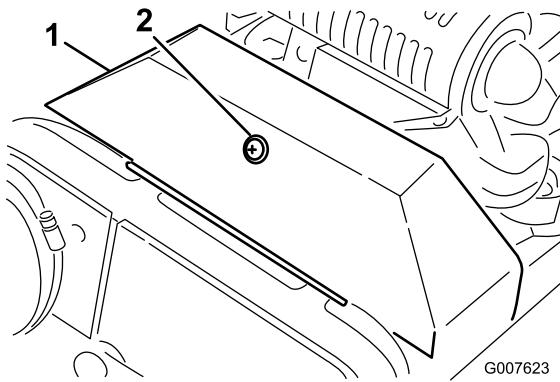

Figure 33
2. Desserrez le dispositif de retenue du couvercle de la courroie trapézoïdale et ouvrez le couvercle (Figure 33).